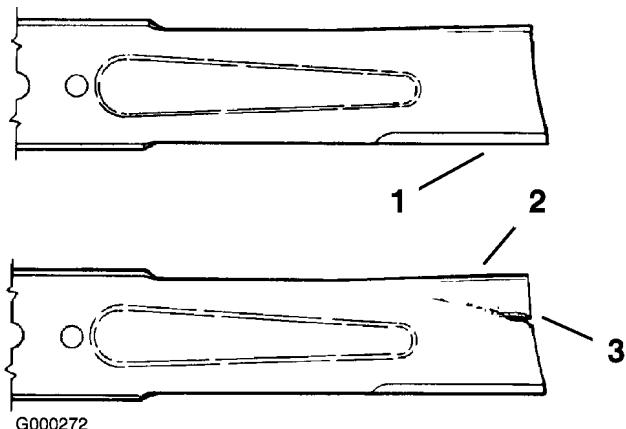

Figure 63
1. Examinez le tranchant des lames (Figure 63). Si les lames ne sont pas tranchantes ou si elles présentent des indentations, déposez-les et aiguisez-les (voir Aiguisage des lames).
2. Inspectez les lames, surtout la partie incurvée (Figure 63). Remplacez immédiatement toute lame endommagée, usée ou qui présente une entaille (Figure 63).